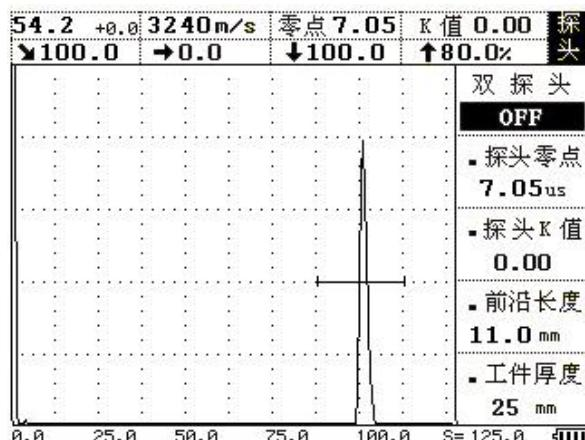

图 4-6
4、校准探头零点：将探头放在试块上并移动，使得 R100mm 的圆弧面的反射回波达到最高。在屏幕的左上角显示声程值，如这一数值不等于 100mm，按  键进入探头菜单，再按  (上) 或  (下) 键调整到探头零点子菜单，再用  (左) 或  (右) 键调整，使数值等于 100mm。或者直接按  键，自动校准探头零点。如图 4-6 所示此时探头零点校准完毕。